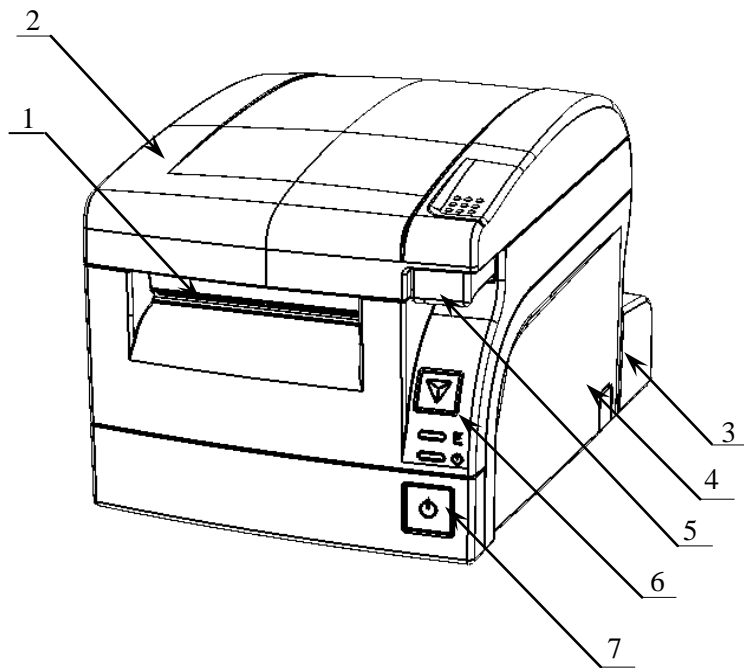
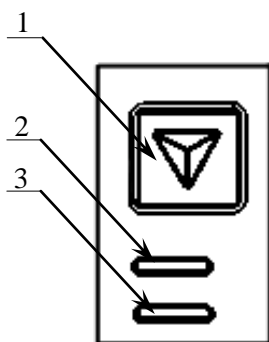

Рисунок 1. Внешний вид ПД
Рисунок 2. Панель управления
6. Панель управления (подробнее смотрите рисунок 2).
Для включения ПД необходимо нажать на кнопку включения/выключения ПД (смотрите рисунок 1 на странице 14). При включении ПД проводится его автоматическое самотестирование, которое занимает несколько секунд, при успешном его окончании загорается индикатор питания (рисунок 2 на странице 14), подается краткий звуковой сигнал и печатается информационное сообщение «ПД готов к работе» (сообщение печатается по настройке, подробнее смотрите «Протокол работы ПД»).
3. Разъем для подключения блока питания 24 В постоянного тока. Разъем (вилка) блока питания ПД имеет фиксатор, предотвращающий его случайное отсоединение. Перед отключением вилки блока питания отключите питание ПД, нажав на кнопку включения/выключения (смотрите рисунок 1). Затем возьмитесь за корпус вилки и плавно потяните его из разъема ПД. При этом внешняя часть корпуса вилки сместится относительно внутренней и освободит фиксатор. Только после этого, продолжая аккуратно тянуть, отсоедините вилку блока питания от ПД. Подробнее о параметрах питания смотрите в разделе «Питание ПД» на странице 15.